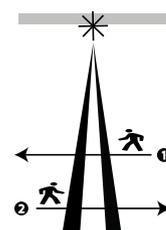

Figura 10:
Direzione allarme	<p>Definire il rilevamento dell'allarme. La funzione della direzione dell'allarme può ridurre la probabilità di falsi allarmi più della metà, quando il rilevatore protegge una porta o un cancello. Con questa funzione, il dispositivo può distinguere i residenti dell'abitazione che escono e i potenziali intrusi che entrano. Nota: questa funzionalità è disponibile solo nelle centrali BW versione 20.2 e superiori. Impostazioni disponibili: Entrambi (impostazione predefinita), Da sinistra a destra, Da destra a sinistra.</p> <p>Lo schema della direzione dell'allarme è riportato nella Figura 10. Nella Figura 10, il numero 1 mostra un modello di rilevamento da destra a sinistra, mentre il numero 2 mostra un modello di rilevamento da sinistra a destra. Le direzioni sinistra e destra si riferiscono al punto di vista dell'installatore mentre osserva il rilevatore in posizione fissa.</p>
5. Quando si riceve un segnale buono o forte, ripetere il processo dall'altra direzione. Vedere la Figura 10.